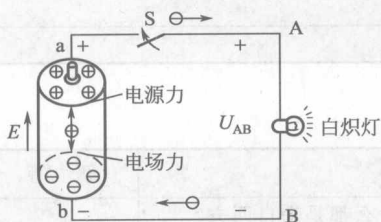

图 1-2 电流的产生
电流从某种意义上是能的一种形式，在电压源的作用下克服阻力，电子从一个原子移动到另外一个原子，形成电流。所以，电流、电压和电阻是电路的基本物理量。电是看不见的，它的作用以光、热、声和运动的形式表现出来，例如：电灯发出的光，电热器发出的热，警报声，电动机的运动。（见图 1-2）
(1) 定义 电路中某点的电位在数值上等于电场力将单位正电荷从该点移动到参考点 (零电位点) 所作的功。(见图 1-2), 若以 B 点作为参考点, 则 A 点的电位就是指电场力将单位正电荷从 A 点经白炽灯移动到 B 点所作的功。电位常用  $V$  表示, 于是电路中某点 A 的电位为